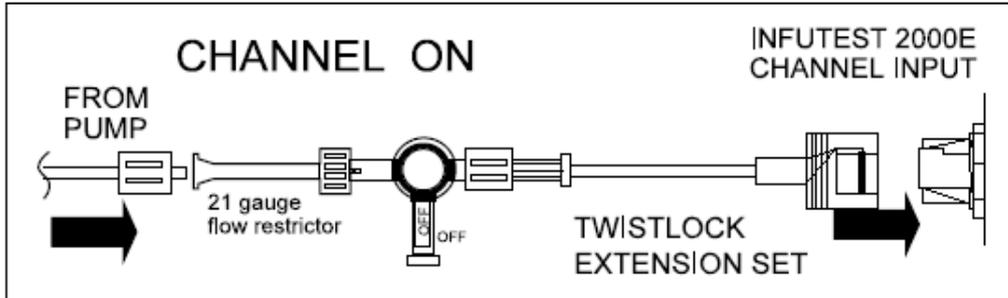

Abb. 3-1: Verbindung zwischen Absperrhahn und Kanal-Input, Kanal AN.
- b. Schließen Sie das Input - Schlauchsystem von DATREND (bestehend aus dem vom IEC empfohlenen "gauge flow restrictor", einem Dreiwegehahn und einem 50 cm langen Verlängerungsschlauch) am Flüssigkeitsinput vom Kanal an (Abb. 2-1, Abb. 3-1). Diese Anordnung wird für ordnungsgemäßen Betrieb empfohlen.